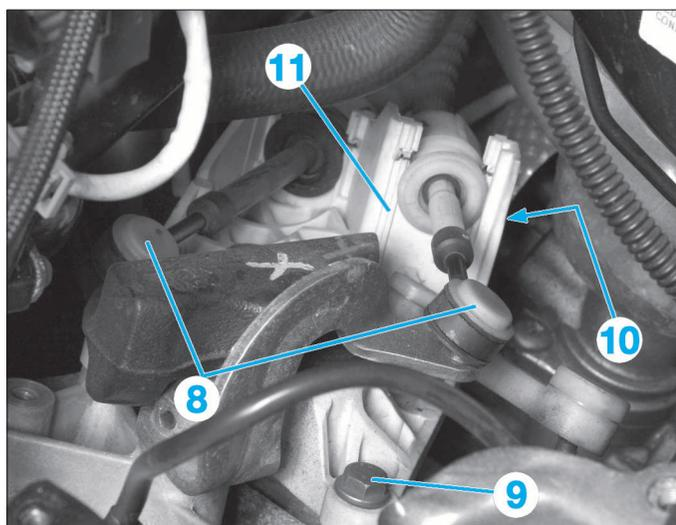

FIG. 5
- Déposer les vis (6) du cylindre récepteur de commande hydraulique d'embrayage (7).
- Écarter le cylindre récepteur de commande hydraulique d'embrayage (7).
- Déboîter les rotules de commande des vitesses (8) à l'aide d'un extracteur approprié (Fig.5).
- Déposer la vis (9) et l'écrou (10).
- Déposer et écarter le support (11) de commande des vitesses.